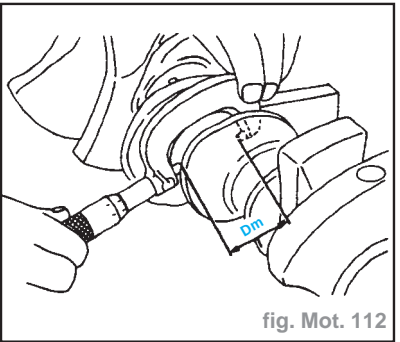

fig. Mot. 112
- Mesurer le diamètre extérieur "Dm" de chaque tourillon principal de vilebrequin (fig. Mot. 112).